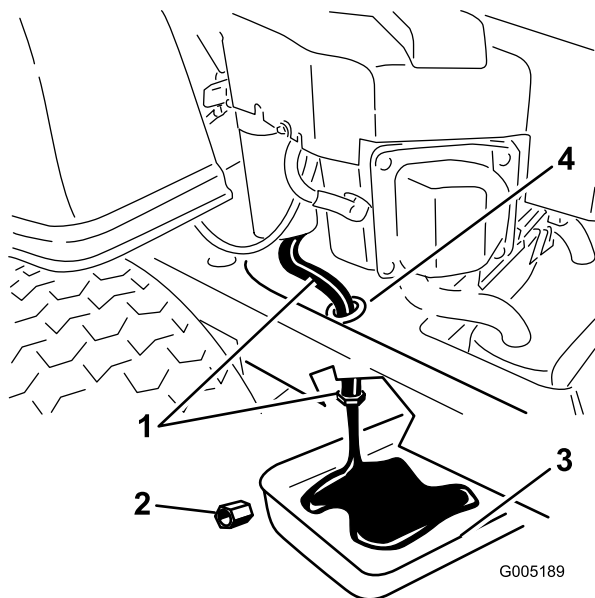

Figura 27
5. Individuate il tubo di spurgo dell'olio sul lato sinistro del motore. Il tappo di spurgo è fissato a un tubo di spurgo instradato attraverso un foro sul telaio della macchina (Figura 27). Pulite l'area circostante il tappo e il tubo di spurgo dell'olio.
6. Collocate un vassoio raccoglitore sotto la macchina in coincidenza con il tubo di spurgo dell'olio come illustrato nella Figura 27.
7. Rimuovete il tappo di spurgo dell'olio utilizzando due chiavi (una per tenere fermo il tubo e l'altra per allentare il tappo) (Figura 27).
13. Una volta completato lo spurgo dell'olio, montate il tappo. Serrate il tappo a una coppia di 14 Nm. Tergete l'olio superfluo (Figura 27).